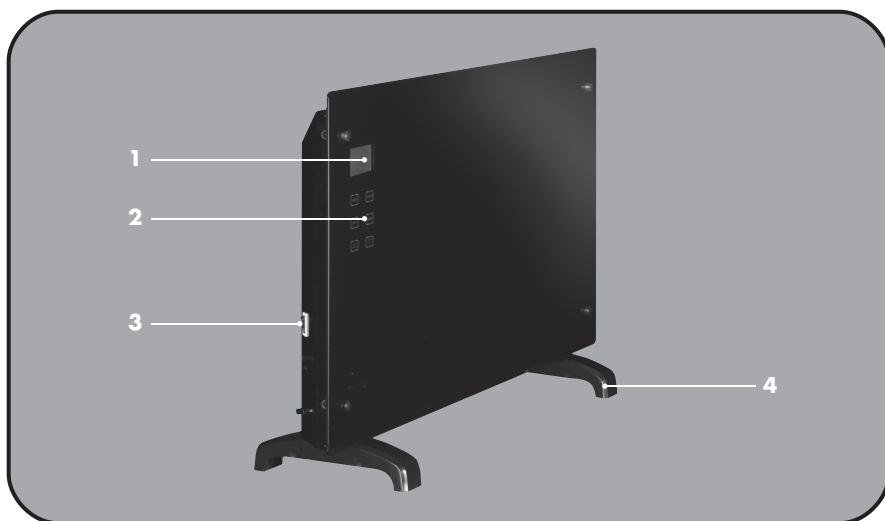

Abb. 2: Geräteübersicht
1. Vergewissern Sie sich, dass der Ein-/Ausschalter (siehe Abb. 2, Nr. 3) auf „0“ steht. Schließen Sie dann den Wärmekonvektor an eine geerdete, durch einen FI-Schutzschalter abgesicherte Steckdose an.
2. Schalten Sie nun das Gerät ein, indem Sie den Ein-/Ausschalter (siehe Abb. 2, Nr. 3) auf Position „I“ stellen. Sie hören einen Signalton.
3. Betätigen Sie die Taste „ON/OFF“ auf dem Bedienfeld (siehe Abb. 2, Nr. 2) um den Standby-Modus zu verlassen. Das LCD-Display schaltet sich aus.
4. Schalten Sie das Gerät aus, indem Sie den Ein-/Ausschalter (siehe Abb. 2, Nr. 3) auf Position „0“ stellen.